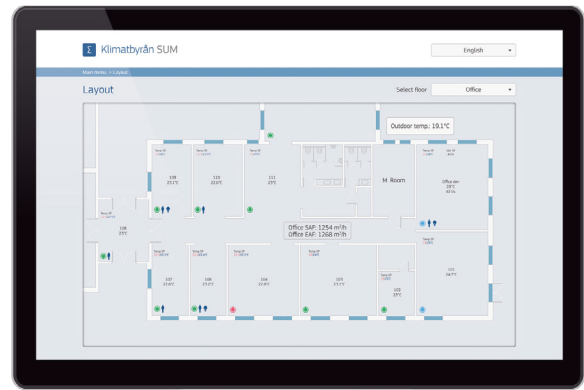

Bild 1. Exempel på planritning och gränssnitt i SUM.
- Ett enkelt och rent grafiskt användargränssnitt presenterar driftsdata på ett lättöverskådligt sätt och ger möjlighet till enkel övervakning, administration och analys av klimatsituationen i fastigheten, se bild 1.